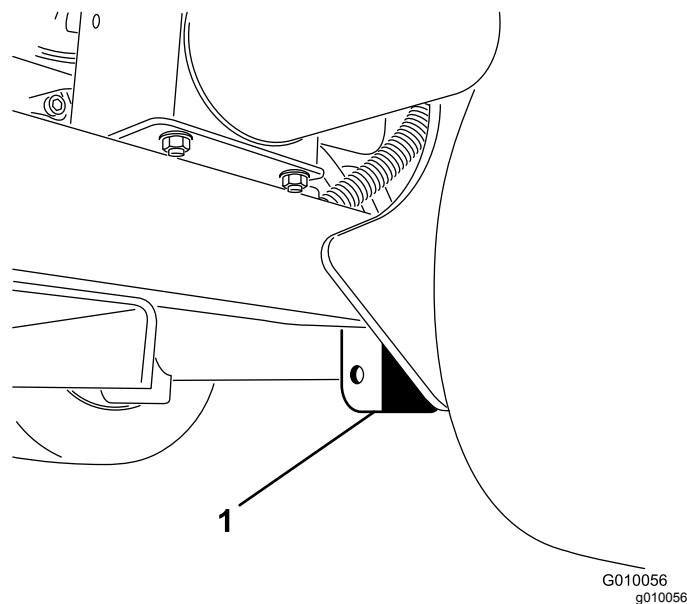

図 42
3. 後ホイールのすぐ内側にあるフレームプレートの下にジャッキを確実に置く【図 42】。